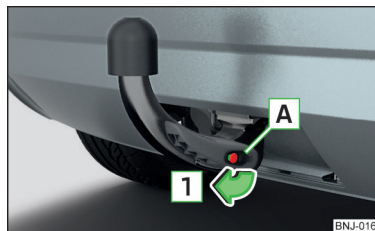

Fig. 250
- Extraiga la tapa **A** de la cerradura en el sentido de la flecha **1** » fig. 250.